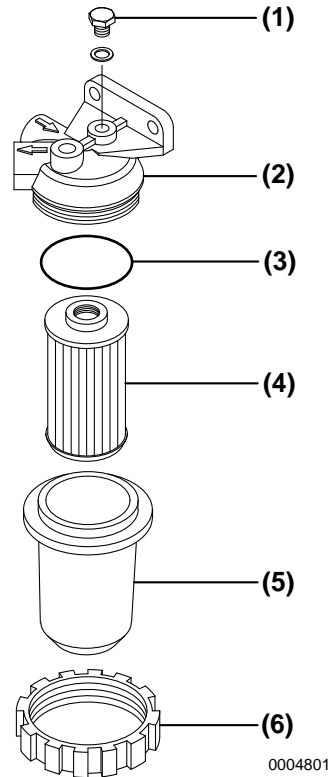

Figure 6
3. Desserrez la bague de retenue (**Figure 6, (6)**) et retirez boîtier du filtre, (**Figure 6, (5)**) puis vidangez l'eau ou les sédiments se trouvant à l'intérieur.
4. Après la purge, serrez la vis de purge d'air (**Figure 6, (1)**).